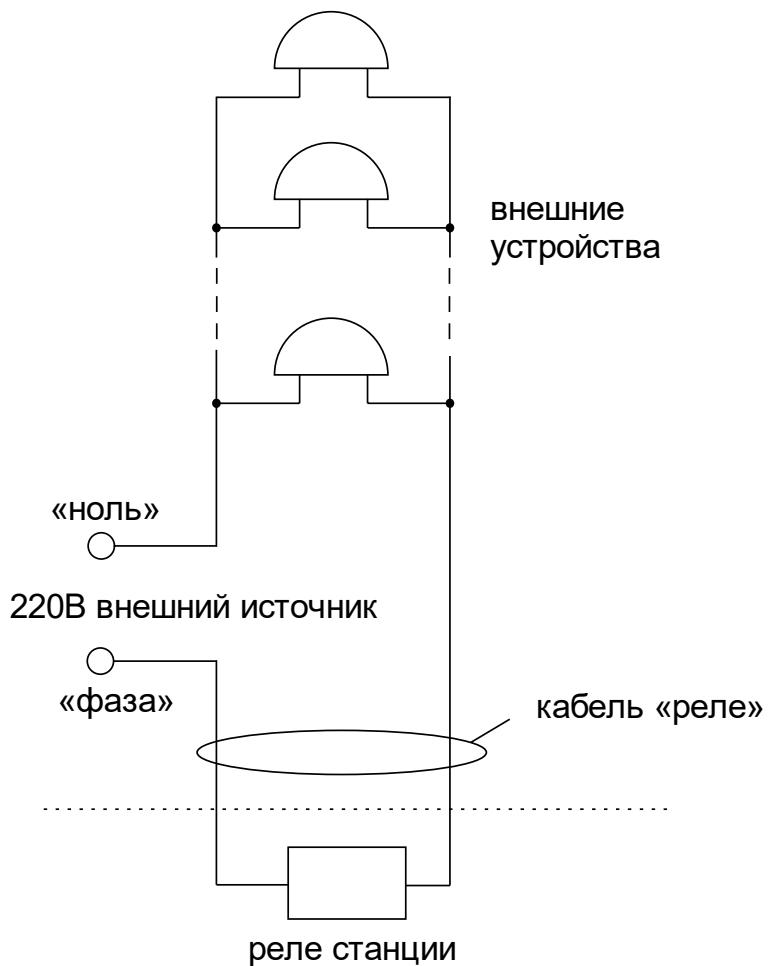

Рис. 1.
Должны быть смонтированы две линии включения внешних устройств по схеме рис. 1. В соответствии с рис. 1 питание на внешние устройства должно подаваться извне (не используется электропитание часовой станции). При этом реле часовой станции замыкают (подключают) фазу внешнего электропитания на внешние устройства каждого канала в соответствии с установленной программой.
4.5 Подсоедините кабели «Реле 1» и «Реле 2» через клеммную коробку следующим образом (см. рис. 1). На один из проводов кабеля «Реле» необходимо подать «фазу» внешней питающей электросети 220 В, предназначенный для питания внешних устройств данного канала; второй конец кабеля «Реле» подключить непосредственно к одному из входов питания внешних устройств данного канала; другой вход питания внешних устройств данного канала подключить на «ноль» питающей электросети 220 В. Все внешние устройства одного канала должны быть соединены друг с другом по входам питания параллельно. К внешним устройствам относятся, например, школьные звонки громкого боя.